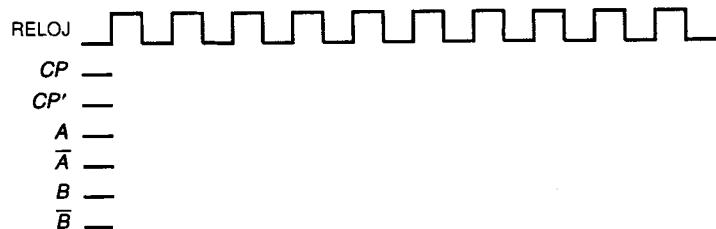

FIGURA 8-13
4. Utilice la figura 8-13 para dibujar la forma de onda de las siguientes compuertas. [4]
5. Haga uso de la figura 8-13 para dibujar el diagrama lógico de las compuertas que producen las siguientes formas de onda. [4]